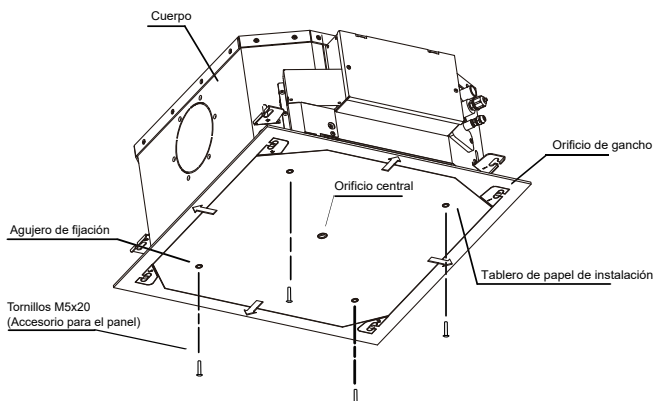

Figura 3.8
2. Una vez que haya levantado y montado la unidad, use tornillos M5x20 (incluidos con la placa de instalación) para asegurar la placa de instalación (accesorio 2) al cuerpo de la unidad. Asegúrese de verificar el tamaño y las posiciones de la abertura en el techo y el acceso de mantenimiento antes de hacerlo. Véase Figura 3.8.